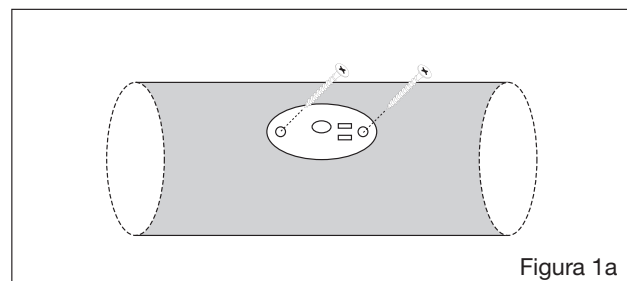

Figura 1a
- 3) Montare la flangia sul condotto con viti (non incluse), figura 1a.